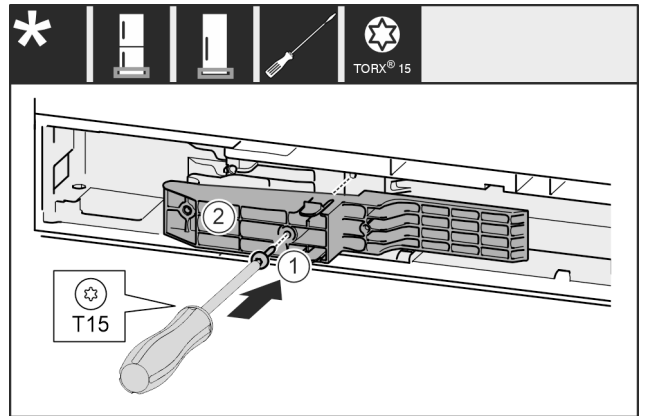

Fig. 67 *
- ▶ Helyezze be az illesztődarabot Fig. 67 (1) a mélyedésbe a fogantyú felőli oldalán.*
- ▶ Húzza meg a csavart Fig. 67 (2) csavarhúzóval.*